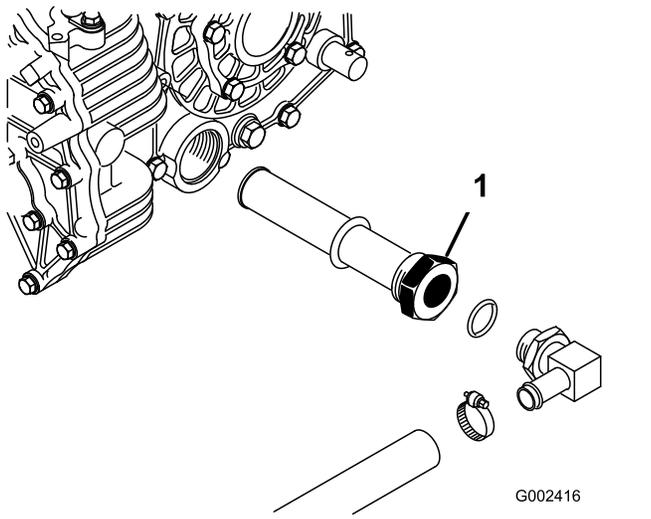

図 68
5. タンク側面のストレーナについている油圧ホースと90°フィッティングの向きを確認記憶する 図 68。